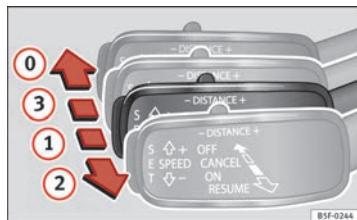

Fig. 134 À esquerda da coluna de direcção: terceira alavanca para utilizar o controlo de cruzeiro adaptativo.
É possível activar novamente o ACC puxando a alavanca para a posição ② ⇒ Fig. 134.